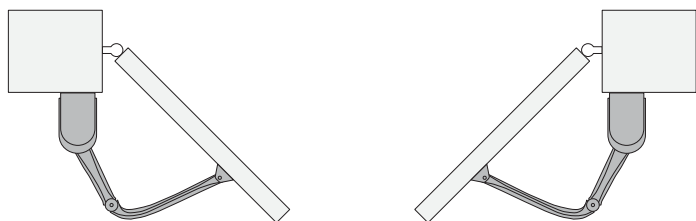

Fig.20
11. Après avoir installé et réglé les moteurs, positionnez les vantaux à la moitié de leur course afin qu'ils apprennent correctement, une fois les branchements électriques effectués, l'ouverture et la fermeture **fig. 20**.